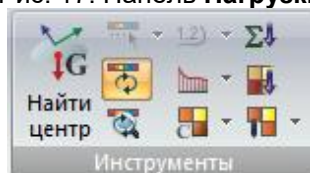

Рис. 18. Панель **Инструменты**
- **Инструменты** (рис.18) – операции по настройке графического отображения результатов и исходных данных схемы, а также функции по представлению исходных данных